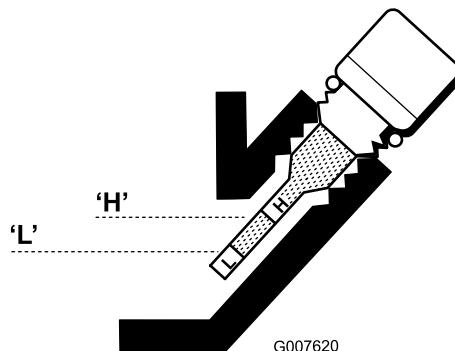

Figura 35
4. Limpie el indicador e intodúzcalo en el orificio de llenado. No enrosque el indicador en el orificio. Luego retírelo y compruebe el nivel de aceite. Si el nivel es bajo, añada solamente aceite suficiente para que llegue entre las marcas H y L del indicador (Figura 35). Compruebe el nivel de aceite. No llene demasiado.